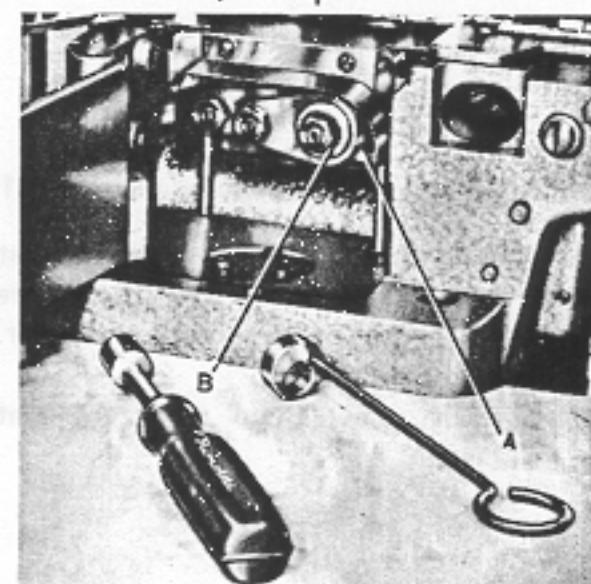

fig. 14
9. Feed (fig. 14).
### e) Stitch length adjustment (fig. 14).